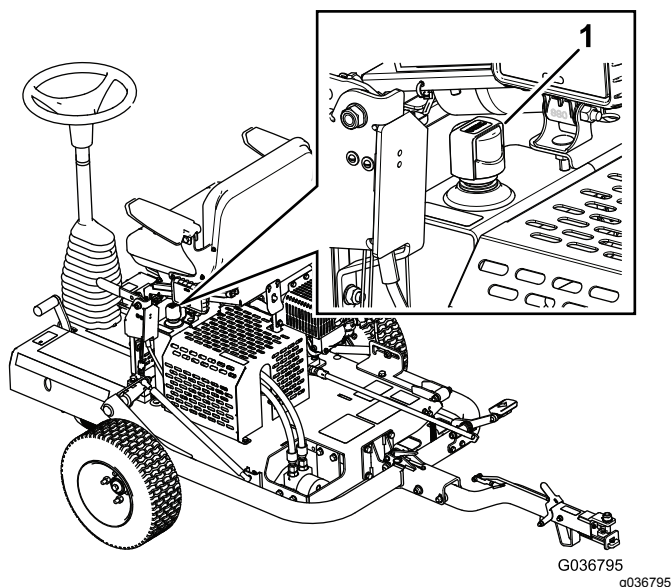

Bild 20
3. Nehmen Sie den Deckel des Hydraulikbehälters ab und prüfen Sie den Ölstand am Peilstab (**Bild 20**).